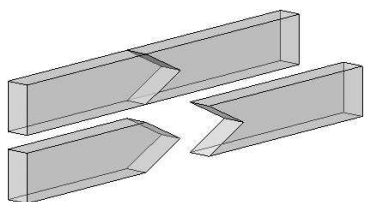

Figure 8.47 Enture en double sifflet
- » **L'enture en double sifflet** (fig. 8.47), par sa forme en V, porte l'intérêt que les pièces ne peuvent pas *glisser* entre elles.